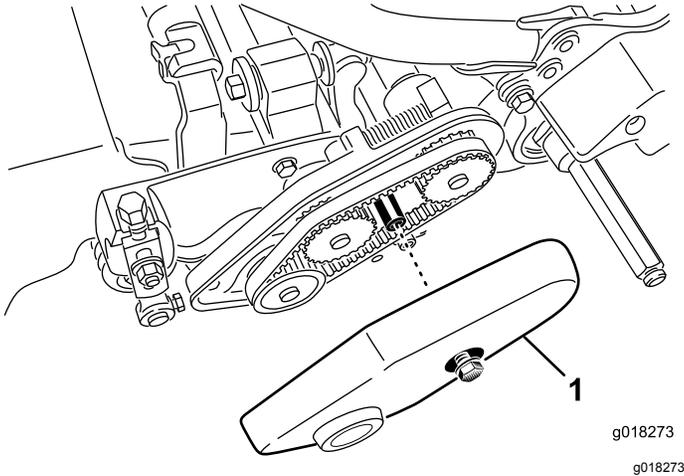

図 44
2. ベルトカバーを固定しているフランジボルトをゆるめてベルトカバーを外し、ベルトを露出させる 図 44。